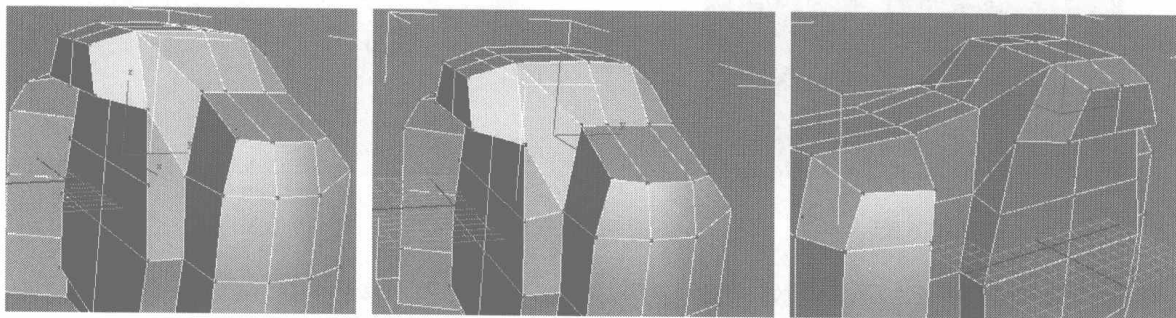

图 6.31
- 20 分别选择如图 6.31 所示的节点，在 Edit Vertices 卷展栏中单击 **Connect** 按钮，为两点之间添加一条细分线。